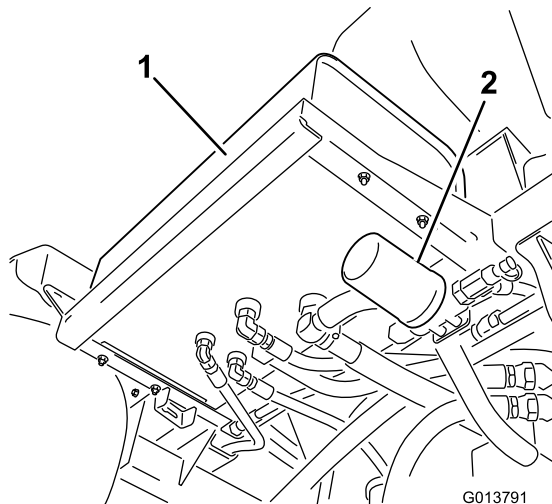
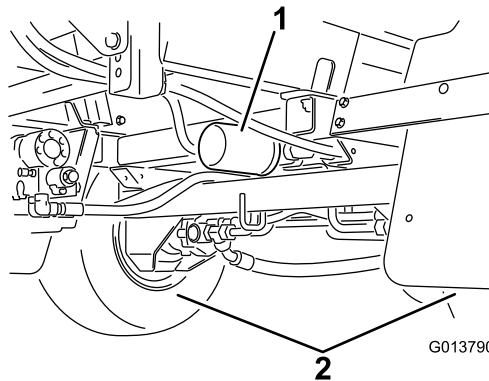

图 109
图 110
2. 找到机器上的两个液压油过滤器 图 109和 图 110。